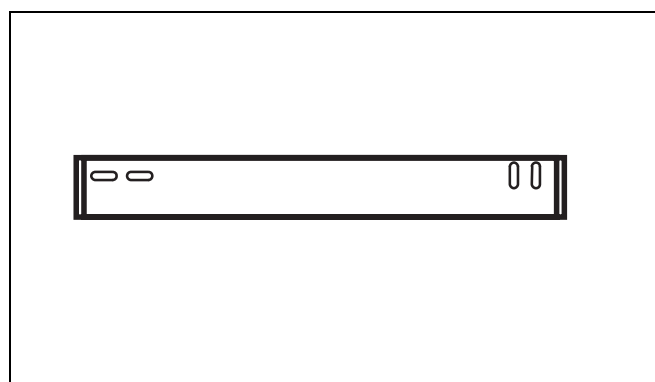

Fig. 3 Suport de perete
- Montarea suportului pe perete (Fig. 3).
- Se amplasează cazanul pe suportul de perete (Fig. 3).
- Montați suportul pe perete (Fig. 3).